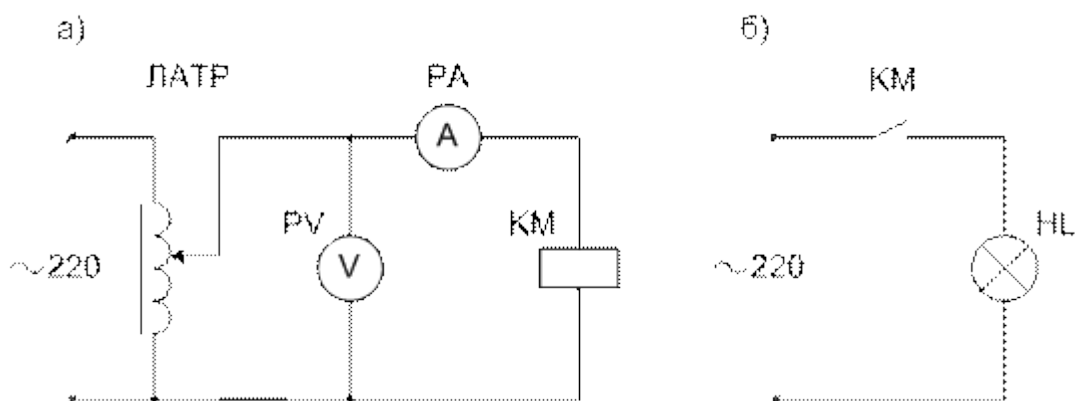

Рис. 4.3.Схема исследования магнитного пускателя: а – включение катушки пускателя; б – включение индикатора
2. Собрать электрическую схему для исследования магнитного пускателя рис. 4.3 а, б.